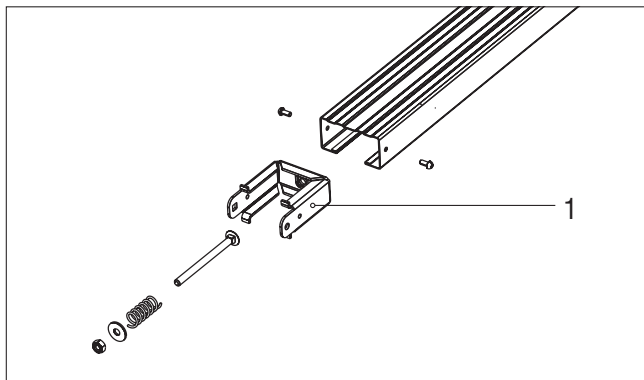

Рисунок 1
2. Разберите механизм натяжения цепи поз. 1 (рис. 1).